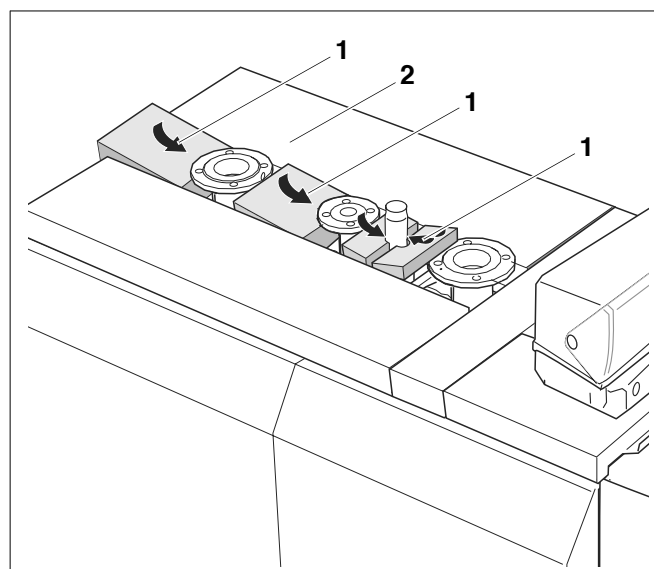

Fig. 34 Montarea elementelor de intercalare
Atenție la lățimea elementelor de intercalare (fig. 34, **poz. 1**), pentru ca acestea să mai poată fi potrivite între capacele laterale ale cazanului.
- Așezați elementele de intercalare (fig. 34, **poz. 1**) între capacele laterale ale cazanului (fig. 34, **poz. 2**).